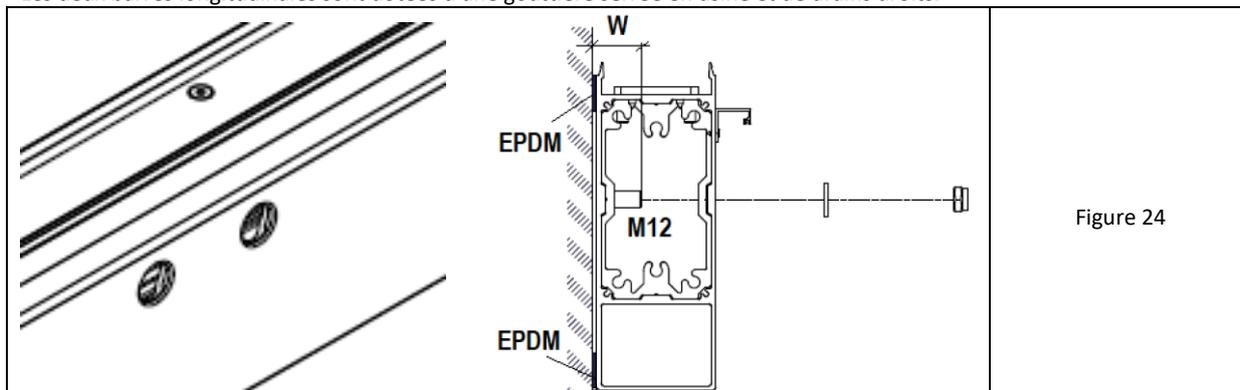

Figure 24
2. Installer les chevilles de taille M12 (non fournies par SELT) dans le support, en veillant à ce qu'elles soient alignées et que les distances axiales soient conformes à la configuration des trous dans la poutre. Respecter l'espacement correct entre les chevilles et la face du mur dans la plage W= min. 35 et max. 45 mm (Fig. 24).
3. Sur la face arrière de la barre (côté mur), après dégraissage, appliquer des bandes d'écartement autocollantes en EPDM (Fig. 24) sur ses bords supérieur et inférieur.
2. Installer les chevilles de taille M12 (non fournies par SELT) dans le support, en veillant à ce qu'elles soient alignées et que les distances axiales soient conformes à la configuration des trous dans la poutre. Respecter l'espacement correct entre les chevilles et la face du mur dans la plage $W = \text{min. } 35 \text{ et max. } 45 \text{ mm}$ (Fig. 24).